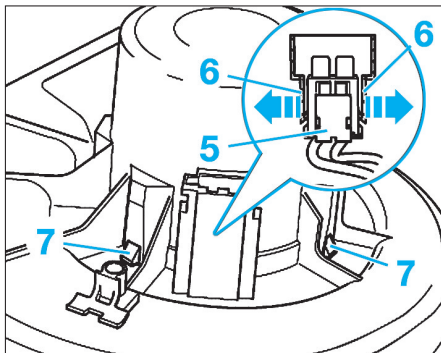

FIG. 25
- Débrancher les connecteurs (2) et (4).
- À l'aide d'un tournevis mince, repousser les ergots de fixation (6) du boîtier à fiche vers l'extérieur dans le sens des flèches et retirer la fiche (5) du crantage en la faisant glisser vers le bas (Fig.25).